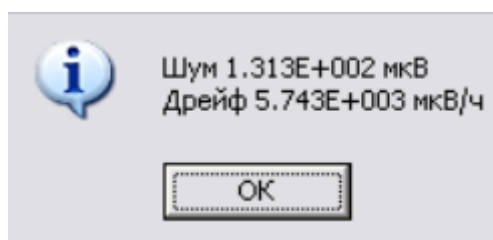

Рис. 43: Вычисленный шум и дрейф
2. Кликами выберите начало и конец участка анализа. Откроется окно со значениями шума и дрейфа (Рис. 43).